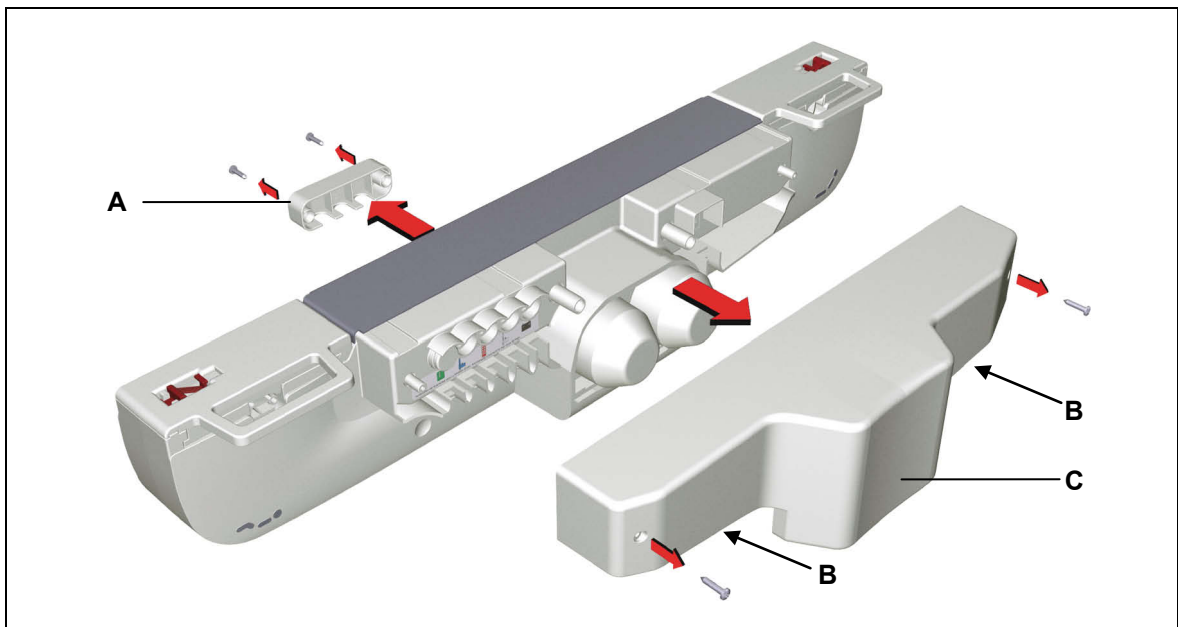

Abbildung 12 Entfernen der Motorkappe
- 3 Lösen Sie die Schrauben der Abdeckung (**A** in Abbildung 12) auf der Rückseite des Antriebs und entfernen Sie die Abdeckung.